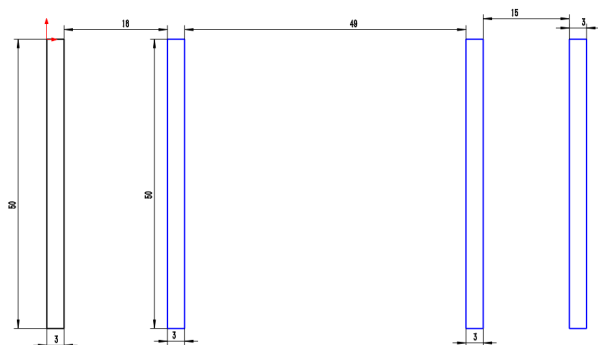

图 15-16 绘制矩形对象
(1) 单击常用工具栏中的【新建】按钮, 新建一个空白模型文件, 更改绘图区背景颜色。
(2) 在【草图】选项卡中, 单击【草图绘制】按钮, 选取前视基准面为草图绘制基准面, 单击【边角矩形】按钮, 绘制相应的矩形对象, 如图 15-16 所示。